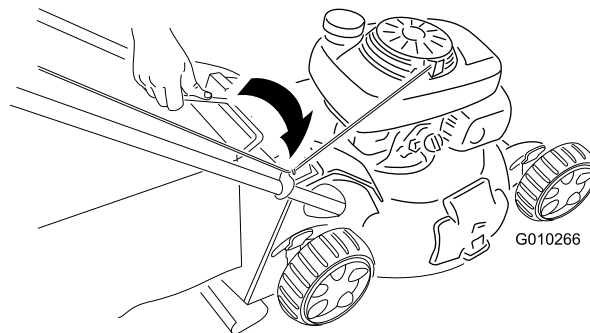
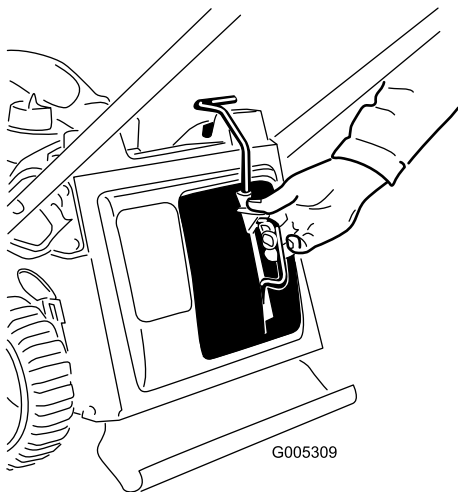

Рисунок 20
Рисунок 19
3. Надежно затяните головку верхней части рукоятки (рис. 19).
- Установите на машину заглушку для мульчирования (Рисунок 19) или мешок для сбора травы (Рисунок 20).